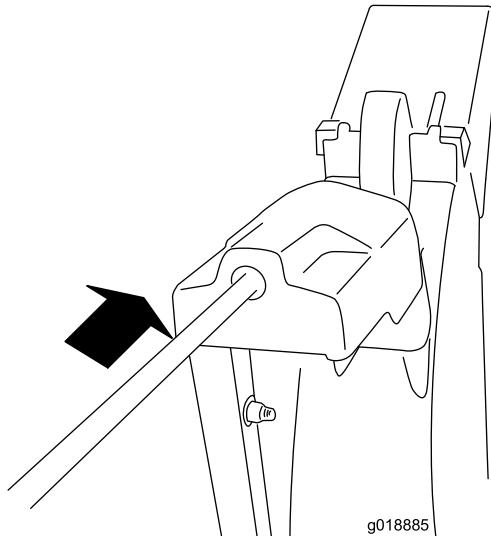

Bild 11
4. Setzen Sie das vordere Ende der Stange in die Öffnung hinten an der Getriebeabdeckung des Auswurfkanals ein, bis es in das Auswurfkanalgetriebe gleitet (Bild 11).